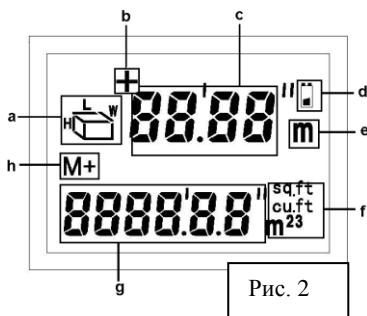

Рис. 2
Дисплей устройства (Рис. 2)
- При однократном непродолжительном нажатии на кнопку “READ” будет произведено автоматическое измерение расстояния, после чего данные измерения будут отображены на дисплее, в верхней строке (с, рис.2).